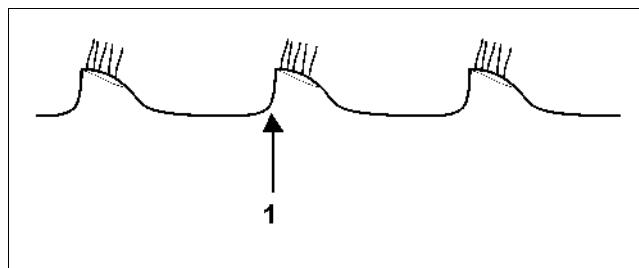

Рис. 22
- Кромка среза 2-го ряда дисков не просматривается, и следует за 1-ым рядом дисков (Рис. 22): 1-ый ряд дисков переставьте влево.